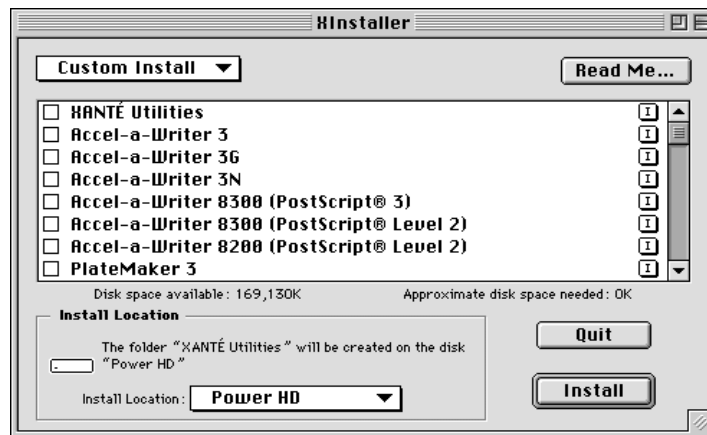

Fig. 3.1 Finestra di XInstaller
2. Fare doppio clic su Continue. Appare la finestra di XInstaller (fig. 3.1); poi fare clic su Quit per uscire da XInstaller.
3. Leggere la nota di benvenuto; quindi fare clic su Continue. Appare l'icona XInstaller (fig. 3.1).